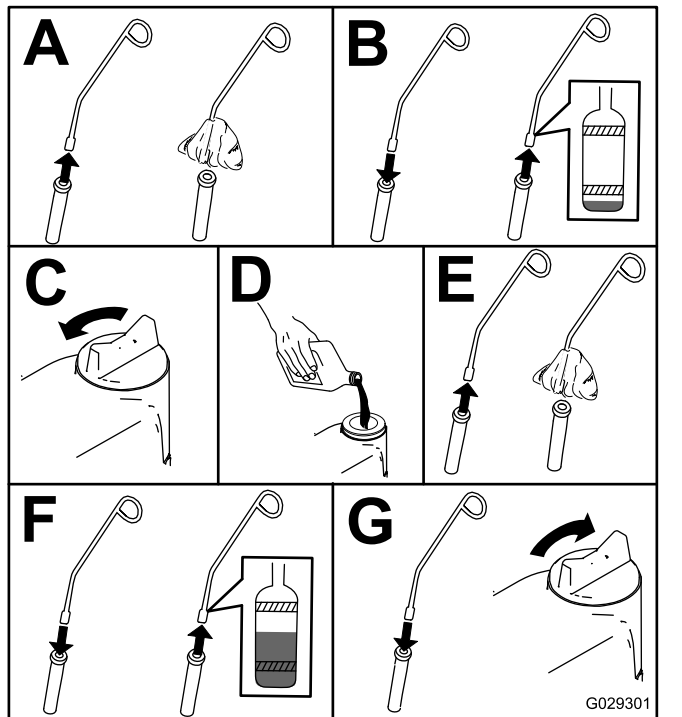

Figura 44
- Verifique o nível de óleo e ateste se necessário (Figura 44).